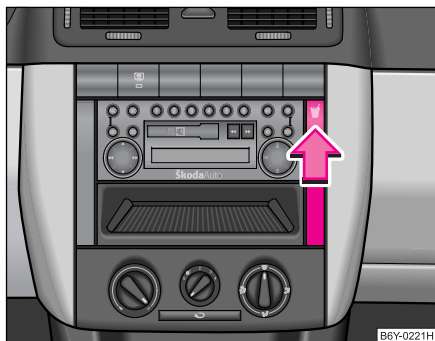

Abb. 67 Schalttafel:
- Drücken Sie auf das Symbol  in Pfeilrichtung ⇒ Abb. 67, der Getränkedosenhalter kommt heraus und öffnet sich.